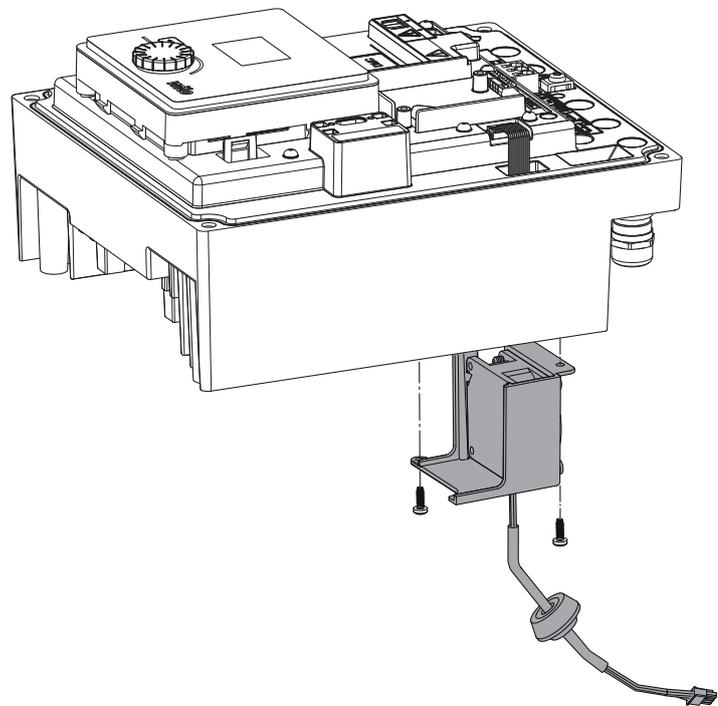

Fig. 45: Modüllüfter inkl. Kabel und Gummidichtung abnehmen
- Deckel des Elektronikmoduls öffnen. (Fig. 45).